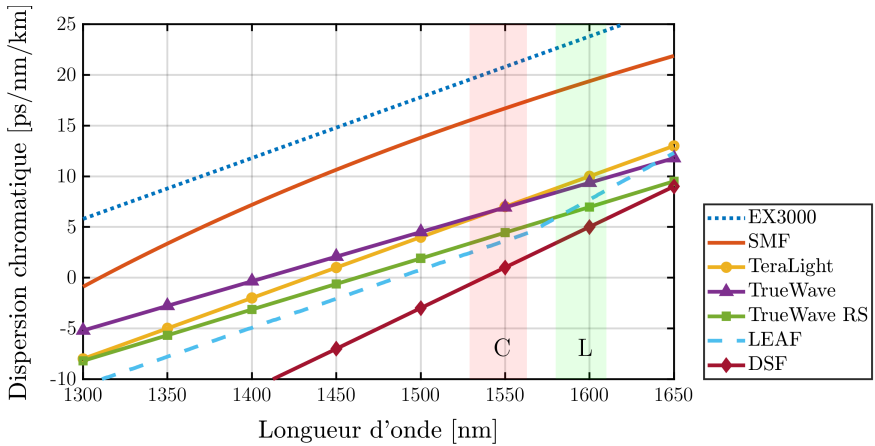

FIGURE 1.2 – Dispersion chromatique de plusieurs types de fibres
**Q5** Comparez vos résultats aux valeurs données par la figure 1.2 .